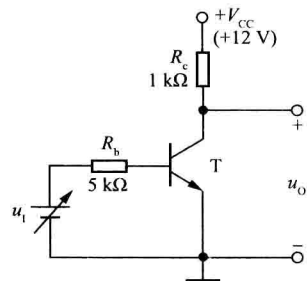

图 1.19
1.10 电路如图 1.19 所示，晶体管导通时 $U_{BE} = 0.7 \text{ V}$ ， $\beta = 50$ 。试分析 u_1 为 0 V 、 1 V 、 3 V 三种情况下 T 的工作状态及输出电压 u_o 的值。